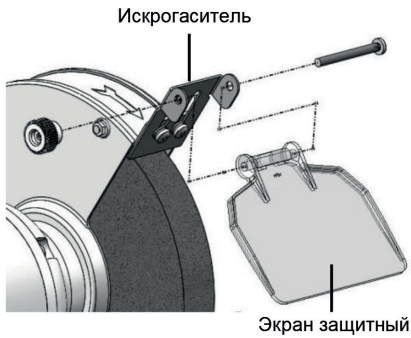

Рис. 2
3. Установите на станок искрогасители и защитные экраны (рис. 2) используя крепеж из комплекта.